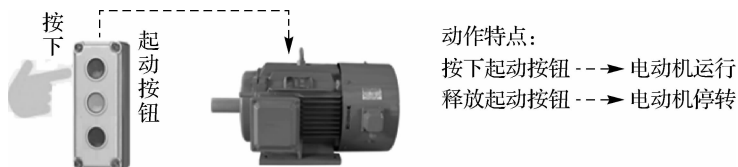

图 1-60 点动控制示意图
(1)动作过程:当起动按钮被按下时,电动机运行;当起动按钮被释放时,电动机停止运行。点动控制示意图如图 1-60 所示。